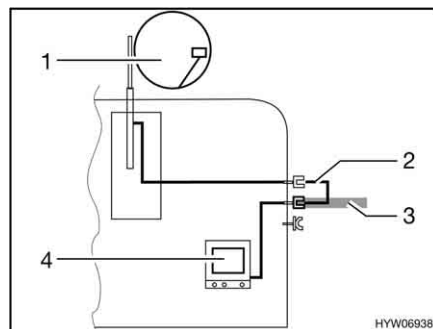

Fig. 128 TV en el vehículo
- TV en el vehículo (Fig. 128,4): Conexión a la antena del techo (Fig. 128,1) con el cable de conexión (Fig. 128,2)
- TV en el vehículo (Fig. 128,4): Conexión a antena externa (Fig. 128,3)